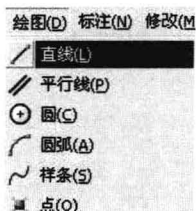
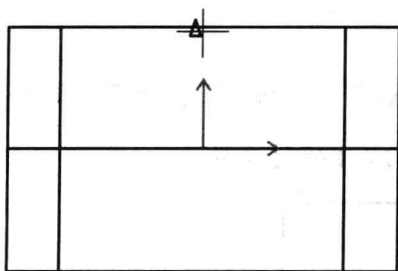
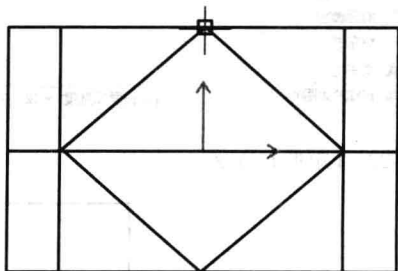

图 2-30 【直线】命令
图 2-32 点拾取
图 2-33 绘制菱形
(3) 单击【绘图】→【直线】命令，在【立即】菜单中修改参数，绘制菱形，如图 2-30～图 2-33 所示（请注意智能捕捉的使用，图 2-32 中的“△”表示直线的中点）。